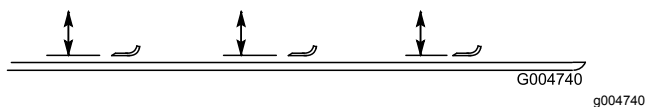

Figura 130
4. Ruotate la lama fino a quando le estremità non sono rivolte in avanti e indietro e misurate la distanza tra l'interno del piatto di taglio e il tagliente sulla parte anteriore della lama (Figura 130).